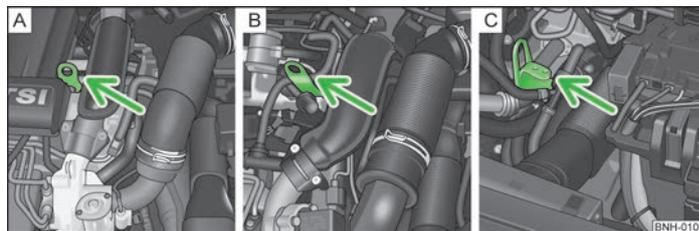

Fig. 118 Ayuda de arranque - sistema START-STOP (ARRANQUE-PARADA)
- Motores 1,2 l/63 kW TSI y 1,2 l/77 kW TSI » fig. 118 -
- Motor 1,4 l/90 kW » fig. 118 -
- Motor 1,6 l/77 kW TDI CR » fig. 118 -